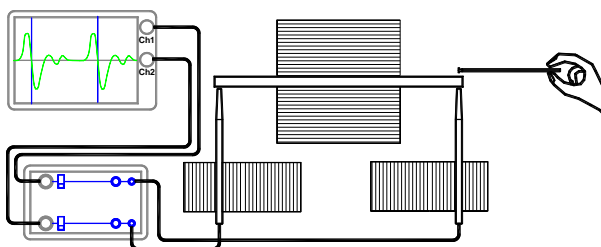

Fig. 4 Struttura sperimentale per l'analisi della propagazione di onde trasversali in aste
- Eseguire la disposizione sperimentale secondo Fig. 4. Prendere come asta campione l'asta in acciaio inossidabile da 400 mm. Osservare una distanza di circa 1 mm tra le sonde microfono e l'asta campione. Impostazioni dell'oscilloscopio ad es. base tempo: $20 \mu\text{s}/\text{DIV}$, deflessione verticale: CH1 2 V/DIV CC, CH2 1 V/DIV CC, trigger: sorgente CH1, tipo fronte, modalità normale, soglia 1 – 2 V.
Colpire l'asta con la massa di battuta come mostrato in Fig. 4.